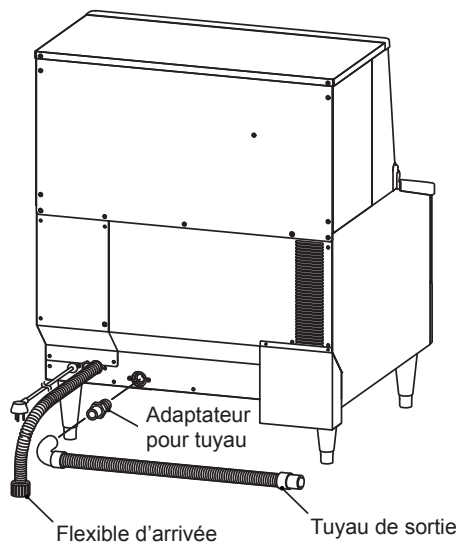
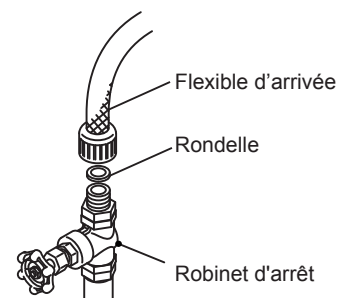

Fig. 3
Fig. 4
1) Raccorder l'extrémité libre du tuyau d'arrivée d'eau au robinet d'arrêt (Fig. 4), en veillant à placer correctement la rondelle d'étanchéité. Serrer manuellement le tuyau de vidange gris flexible (accessoire) sur l'adaptateur pour tuyau comme indiqué (Fig. 3). Il est prudent d'avoir un robinet d'arrêt à proximité.
2) Envelopper le raccord de l'adaptateur pour tuyau avec du ruban PTFE et visser l'adaptateur dans la sortie de vidange de la machine. Serrer manuellement le tuyau de vidange gris flexible (accessoire) sur l'adaptateur pour tuyau comme indiqué (Fig. 3). Le tuyau peut être coupé à la longueur voulue en fonction de la position de vidange principale. Pour empêcher toute fuite d'eau, serrer le tuyau de vidange à la sortie correspondante à l'aide d'un collier.
- 4) Fermer la conduite d'alimentation en eau potable grâce au robinet d'arrêt. Voir fig. 4.